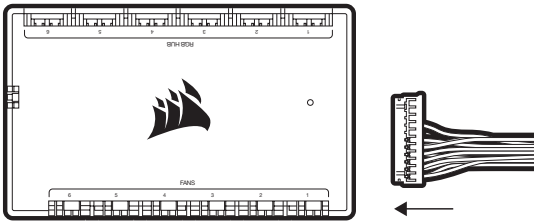

Figura 1
- > Collegare il cavo a 24 pin della pompa a Commander CORE (Figura 1).